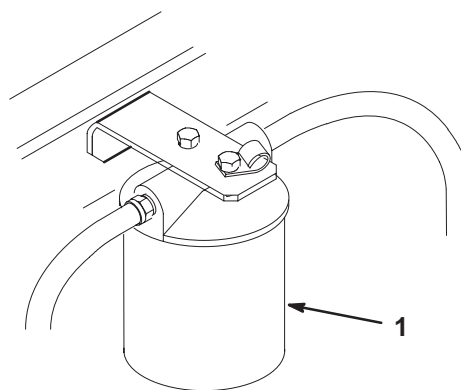

Figure 50
- Placez un bac de vidange sous le filtre, déposez le filtre usagé et essuyez la surface du joint de l'adaptateur (Fig. 50).